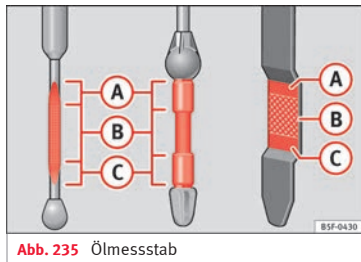

Abb. 235 Ölmesstab
- Den Messstab anschließend wieder herausziehen und den Ölstand ablesen » **Abb. 235**. Füllen Sie gegebenenfalls Motoröl nach.